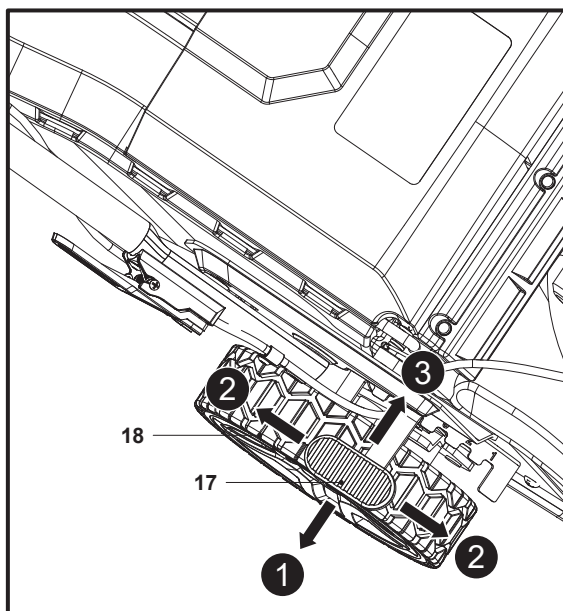

Fig. 11
1. Tirer le levier (17) vers la roue arrière (18) (Fig. 11, étape 1).
2. Déplacer le levier (17) vers l'avant ou vers l'arrière pour régler la hauteur de coupe (Fig. 11, étape 2).
3. Relâcher le levier (17) et s'assurer qu'il s'engage correctement dans l'encoche (Fig. 11, étape 3).